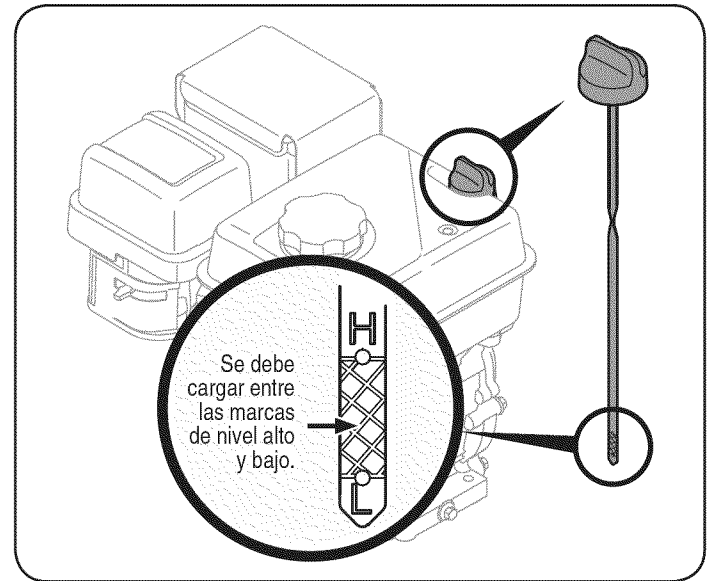

Figura 22
2. Saque la varilla del nivel de aceite. Vea la Figura 22.